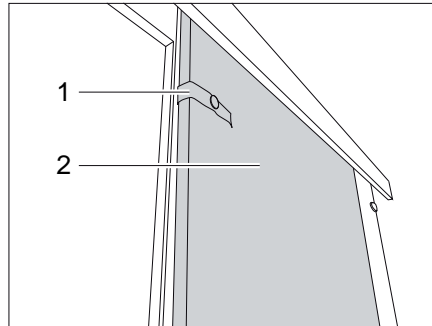

Fig. 168 Porte coulissante
- Détacher la bande de sécurité (Fig. 168,1).
- Tirer la porte coulissante (Fig. 168,2) en position de fermeture.
- Amener la porte coulissante (Fig. 168,2) dans la position d'ouverture.
- Fixer la porte coulissante avec la bande de sécurité (Fig. 168,1).